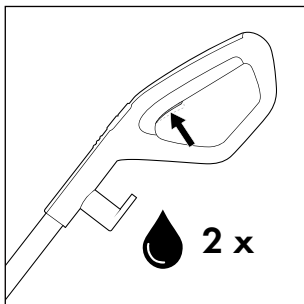
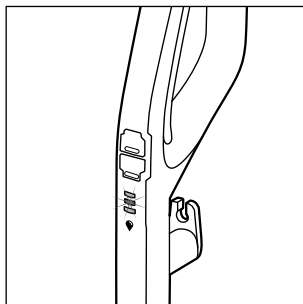

Fig. 14
Fig. 15
- ◆ Antes de cada utilização, prima duas vezes momentaneamente o botão solução detergente **15**, para ativar a função de pulverização contínua e preparar o rolo de escova **6** com solução detergente (ver fig. 14). O indicador de solução detergente  **12** pisca alternadamente com a cor azul, quando a função de pulverização contínua estiver ativada ou o botão solução detergente **15** for mantido pressionado (ver fig. 15).